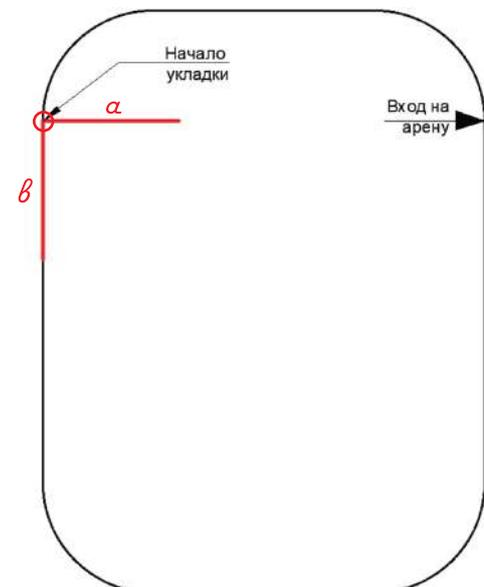

Рисунок 2
**1** До начала монтажа определяется начальная точка. Как правило, это ближний угол к входу на арену. (см. рисунок 2).